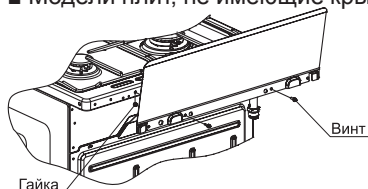

рис. 1
■ Модели плит, не имеющие крышку стола, комплектуются щитком, который закрепляется перед установкой плиты (рис.1).
■ **Установка щитка** на плиты моделей GM241 001, GM241 101. Установку щитка производить путем крепления к столу двумя винтами и гайками (см. рис. 1). Винты и гайки для крепления щитка находятся в пакете с комплектующими.